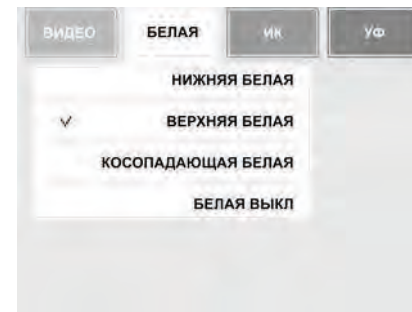

Рис. 14. Включение верхней белой подсветки
Поместите банкноту или документ на просмотровый стол ④ прибора. В меню режимов работы нажмите «БЕЛАЯ». В открывшемся подменю выберите пункт «Верхняя белая» (см. Рис. 14), тем самым включив подсветку. Режим удобен для контроля элементов защиты с цветопеременными красками. В приборе для белой подсветки применены точечные полупроводниковые источники света с высокой яркостью, поэтому **СМОТРЕТЬ НА ОСВЕТИТЕЛЬ, СКРЫТЫЙ ЗА КОЗЫРЬКОМ ПРИБОРА, НЕ РЕКОМЕНДУЕТСЯ.**